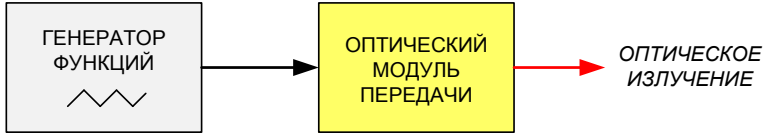

Рис.4. Структурная схема соединений оптического модуля передачи с генератором функций
17. Для выполнения дальнейших исследований, используется структурная схема рис.4.